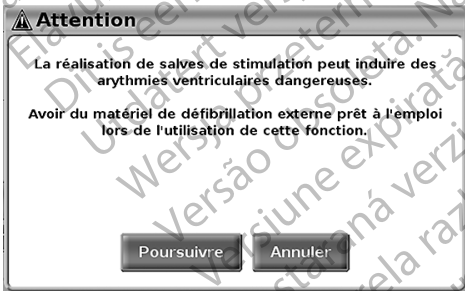

Figure 19. Message d'avertissement d'une stimulation en salves du PSA
4. Un message d'avertissement s'affiche indiquant qu'une stimulation en salves sera activée (Figure 19 en page 32).